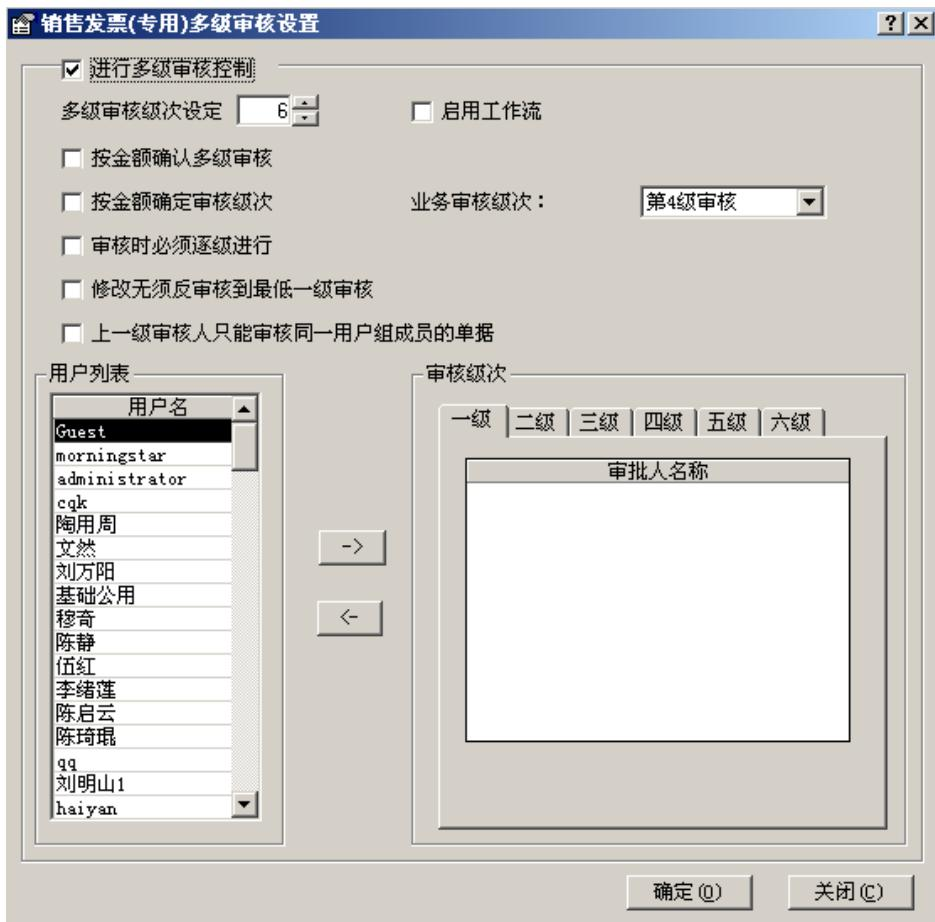

图 3-4
在界面上，将所有单据按不同管理系统排列，置于左边，选中后，在右边进行多级审核设置，需要设置的内容包括以下内容：在该窗口中，左边列示生产管理系统所有业务单据，右边显示某种单据的多级审核设置。系统默认对所有业务单据均不启用多级审核授权，如果系统管理员对每种单据进行多级审核授权工作，先将光标移至选中的单据，(1) 用鼠标单击界面右上角【管理】按钮、(2) 选择[编辑]→[管理]、(3) 使用快捷键 Ctrl+M 等方法，即调出相应某单据“多级审核设置”窗口，如图 3-4 所示：